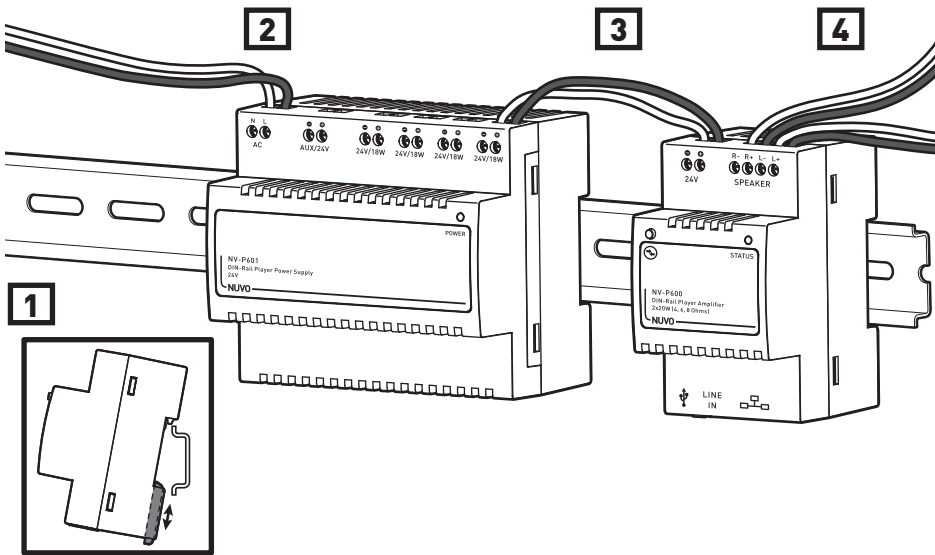

Fig. 2 / Fig. 2 / Abb. 2 / Fig. 2 / Fig. 2 / Fig. 2
STEP 2: Clip the power supply onto the DIN rail. (Fig. 2, Number 1)
STEP 3: Clip the amplifier(s) onto the DIN rail. (Fig. 2, Number 1)
STEP 4: Connect the P600 to the P601. (Fig. 2, Number 3)
STEP 5: Connect the speakers to the P600. (Fig. 2, Number 4)
STEP 9: Connect the DIN rail enclosure power to the P601 using the P601 AC connection slots (N and L). (Fig. 2, Number 2)
- Ces instructions supposent que tous les rails DIN nécessaires sont actuellement installés dans l'enceinte. Le P600 et le P601 se montent sur un rail DIN de 35 mm standard. Une enceinte résidentielle étroite standard comporte 18 espaces modulaires (M), lesquels peuvent accueillir un maximum de quatre (4) P600 (3 M chacun) et un (1) P601 (6 M).
ÉTAPE 2 : Fixer l'alimentation sur le rail DIN. (Fig. 2, numéro 1)
ÉTAPE 3 : Fixer le ou les amplificateurs sur le rail DIN. (Fig. 2, numéro 1)
ÉTAPE 4 : Brancher le P600 sur le P601. (Fig. 2, numéro 3)
ÉTAPE 5 : Brancher les haut-parleurs au P600. (Fig. 2, numéro 4)
ÉTAPE 9 : Brancher l'alimentation de l'enceinte des rails DIN au P601 via les fentes de branchement sur secteur du P601. (Fig. 2, numéro 2)
- Diese Anleitungen setzen voraus, dass aktuell alle notwendigen Hutschienen im Gehäuse angebracht sind. Der P600 Hutschienen-Player und das P601 Hutschienen-Netzgerät werden auf einer 35 mm-Standardhutschiene montiert. Ein schmales Standardgehäuse für Wohnanlagen hat 18 Modulplätze (M) und kann bis zu vier (4) P600-Player (3 M für jeden) und ein (1) P601-Gerät (6 M) aufnehmen.
SCHRITT 2: Klemmen Sie die Stromversorgung an die Hutschiene. (Abb. 2, Nummer 1)
SCHRITT 3: Klemmen Sie den/die Verstärker an die Hutschiene. (Abb. 2, Nummer 1)
SCHRITT 4: Verbinden Sie den P600 mit dem P601. (Abb. 2, Nummer 3)
SCHRITT 5: Schließen Sie die Lautsprecher an den P600 an. (Abb. 2, Nummer 4)
- SCHRITT 9:** Schließen Sie die Stromzufuhr des Hutschienengehäuses an das P601-Gerät über die AC-Steckplätze (N und L) des P601 an. (Abb. 2, Nummer 2)
PASSAGGIO 2: Agganziare l'alimentatore alla guida DIN. (Fig. 2, numero 1)
PASSAGGIO 3: Agganziare l'amplificatore(i) alla guida DIN. (Fig. 2, numero 1)
PASSAGGIO 4: Connettere P600 a P601. (Fig. 2, numero 3)